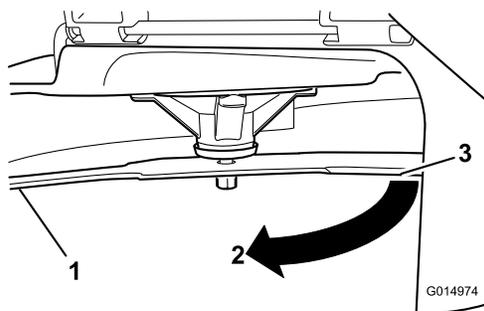

図 78
- 同じブレードを180度回転させる。すなわち、ブレードのもう一方の刃先が、先ほど測定した場所と同じ位置にくるようにする 図 78。